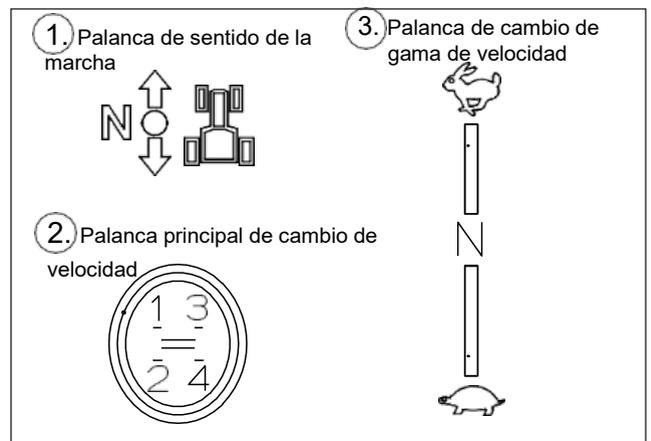

FIG. 51
FIG. 51: Permite cambiar la palanca de sentido de la marcha (1), a la palanca principal de cambio de velocidad (2) y a la palanca de cambio de gama de velocidad (3) cuando el tractor está en movimiento.